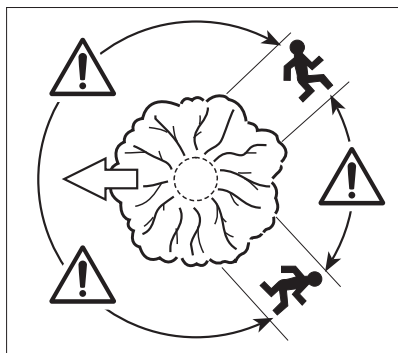

Fig. 26
3. Deve existir um percurso de emergência planeado e desimpedido conforme necessário, antes de ser iniciado qualquer corte. O percurso de emergência deve prolongar-se para a traseira e na diagonal para trás da linha de queda esperada (Fig. 26).